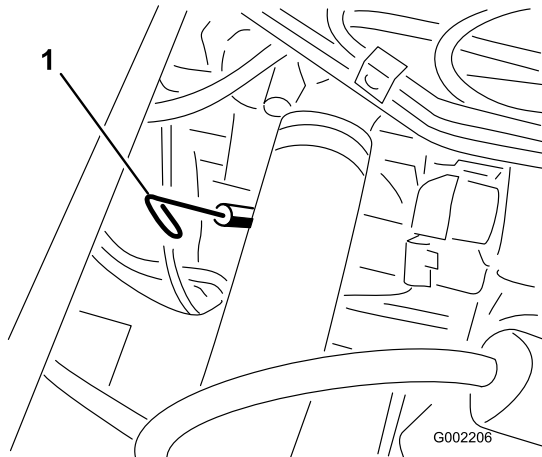

Figura 16
2. Togliete l'asta di livello, situata sotto il sedile passeggero, ed asciugatela con un panno pulito (Figura 16). Inserite l'asta nel tubo e verificate che sia inserita a fondo. Rimuovete l'asta e controllate il livello dell'olio.